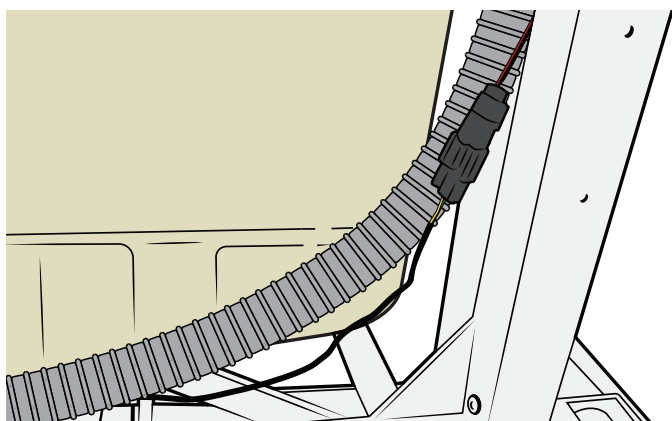

Figure 57
34. Coupez les attaches de câble et débranchez le connecteur du capteur de température. Voir Figure 57.